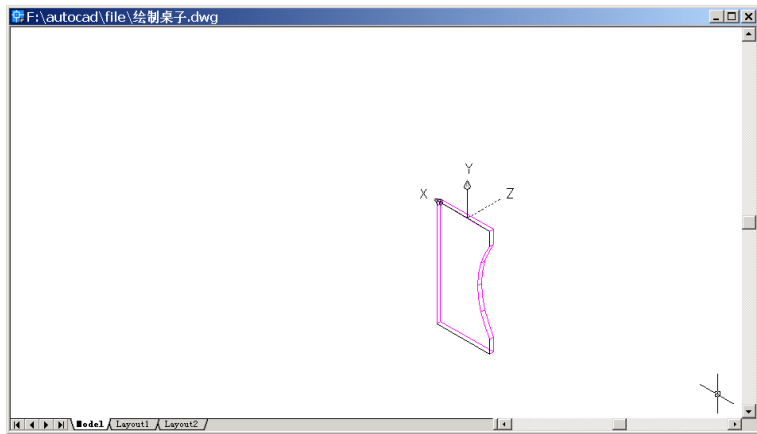

图 23.22 变换视图为西北视图
(9) VIEW 命令变换视图为 Northwest Isometric (西北视图), 结果如图 23.22 所示。